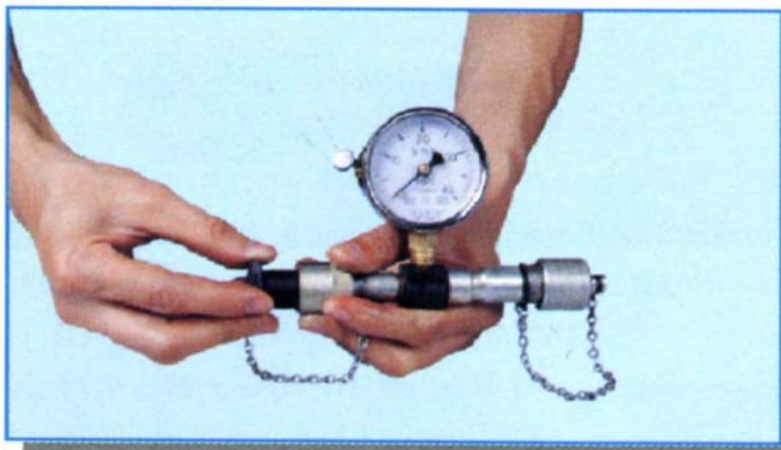

Рис. 3
- 1) Вывинтите насосный блок, манометр, масляную трубку и торцевую заглушку каждого фитинга как показано на рис.3.